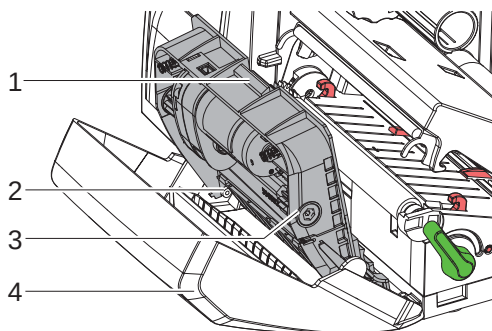

Fig. 19 Îndepărtați cuțitul.
- ▶ Folosind șurubelnița Torx TX10 rotiți axul (6) în direcția acelor ceasornicului, până când barele dințate (7) ies din raza de acțiune.
- ▶ Extrageți lama superioară (9) din sistemul de ghidaj (8).
- ▶ Scoateți lama inferioară (10).
- ▶ Așezați lama inferioară în suporturi (11), introducând-o de sus.
- ▶ Dacă este cazul, introduceți arcurile (12) în suporturile pentru arcuri (13).
- ▶ Pentru a monta lama superioară apăsați lama inferioară pe diafragmă, introduceți lama superioară în ghidaj și împingeți-o în sus până când barele dințate (7) sunt captate de roțile dințate (5).
- ▶ Folosind șurubelnița Torx TX 10 rotiți axul (6) în direcția contrară direcției acelor ceasornicului până simțiți că lama s-a fixat în poziția superioară.
5. Fixați cuțitele (3) în arbore (2), precum ilustrat pe Fig. 19, și rotiți-le până se fixează în diafragmă (4).